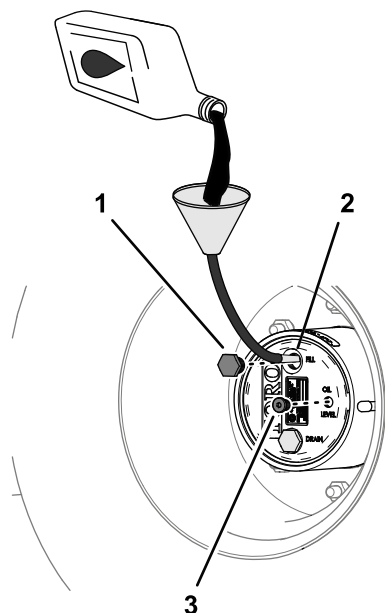

Рисунок 95
масло указанного типа, пока оно не начнет выливаться из контрольного отверстия (Рисунок 95); см. раздел Характеристики масла в планетарной передаче (страница 80).
6. Поставьте пробку заливного отверстия и пробку контрольного отверстия на свои места (Рисунок 95).
1. Через заливное отверстие медленно долейте трансмиссионное масло указанного типа; см. Рисунок 95 в разделе Проверка масла в планетарной передаче \(страница 80\).
3. Установите на место пробку заливного отверстия и пробку контрольного отверстия, см. Рисунок 95 в разделе Проверка масла в планетарной передаче \(страница 80\).